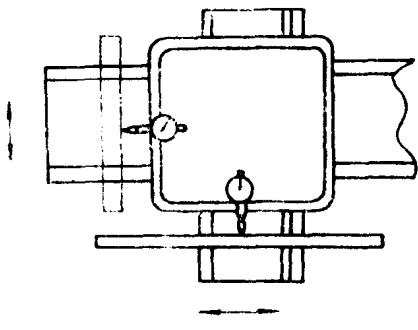

图 1-3
1) 在工作台旁放一平尺，使平尺与导轨平行，把千分表固定在工作台上，使千分表测头顶在平尺检验面上。纵向移动工作台，调整平尺，使工作台纵向行至两端时，千分表在平尺两端读数相等。移动工作台在1000mm之内，千分表读数不允许超过 0.02mm ，见图1-3。